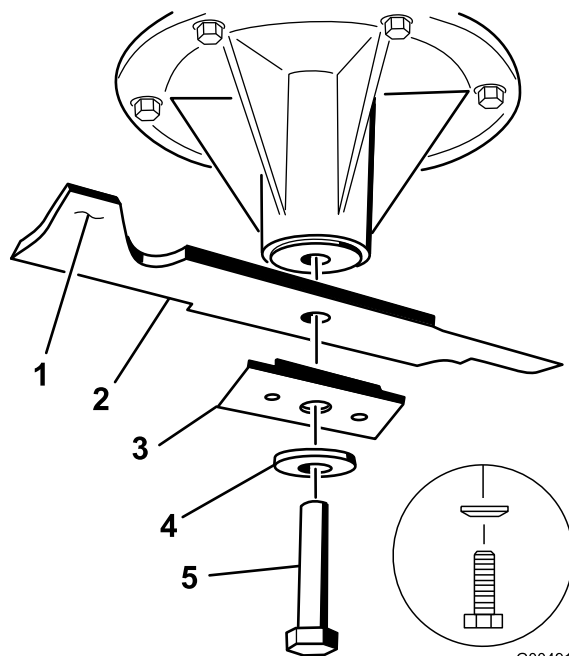

Figura 49
- Retire del eje el perno de la cuchilla, la arandela curva, el refuerzo de la cuchilla y la cuchilla (Figura 49).
1. Instale la cuchilla en el eje (Figura 49).
Importante: La vela de la cuchilla debe apuntar hacia arriba y hacia el interior del cortacésped para asegurar un corte correcto (Figura 49).
2. Instale la cuchilla, el refuerzo, la arandela curva y el perno de la cuchilla (Figura 49).